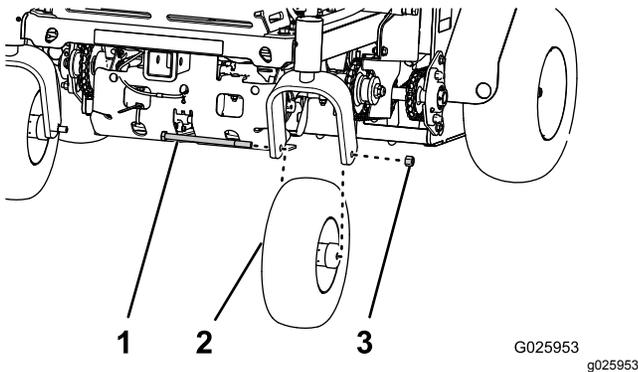

Figura 33
3. Retire la tuerca y el perno de la rueda, y retire el conjunto de la rueda giratoria de la horquilla (Figura 33).
1. Alinee el orificio del eje del conjunto de la rueda giratoria entre los orificios de la horquilla de la rueda giratoria (Figura 33).
2. Sujete la pieza a la horquilla con la tuerca y el perno de la rueda (Figura 33) que se retiraron en el paso 3 de Retirada del conjunto de la rueda giratoria (página 35).